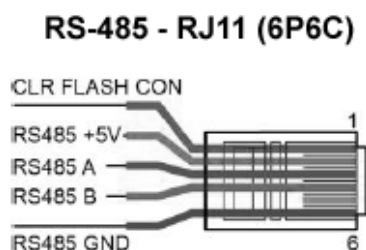

Fig. 4. Attribution des broches du connecteur RJ11 - RS-485 Modbus.
3. Connectez les lignes de l'interface RS-485 au connecteur RJ11 conformément à la Fig. 4.